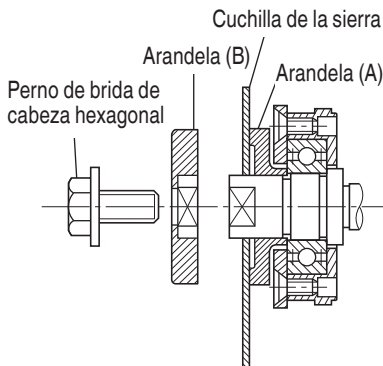

Fig. 14
2. Montaje de la cuchilla de la sierra (Fig. 14)
- (1) Quite completamente las virutas que se hayan acumulado en el husillo, perno y arandela.
- (2) Para montar la cuchilla de la sierra, los lados c ncavos de ambas arandelas, (A) y (B), deber n colocarse en los lados de la cuchilla de la sierra. Monte la cuchilla de la sierra en el husillo y fije finalmente la arandela (B) (consulte la Fig. 14).
- (3) Para asegurar una direcci n de giro apropiada de la cuchilla de sierra, la direcci n de la flecha de la cuchilla de la sierra deber  coincidir con la direcci n de la flecha de la cubierta de la cuchilla.
- (4) Utilizando los dedos, apriete todo lo posible el perno hexagonal que retiene la cuchilla de la sierra. Y luego presione la palanca de bloqueo, bloquee el husillo y apriete a fondo el perno.
- (5) Confirme que la palanca de bloqueo est  en la posici n original.